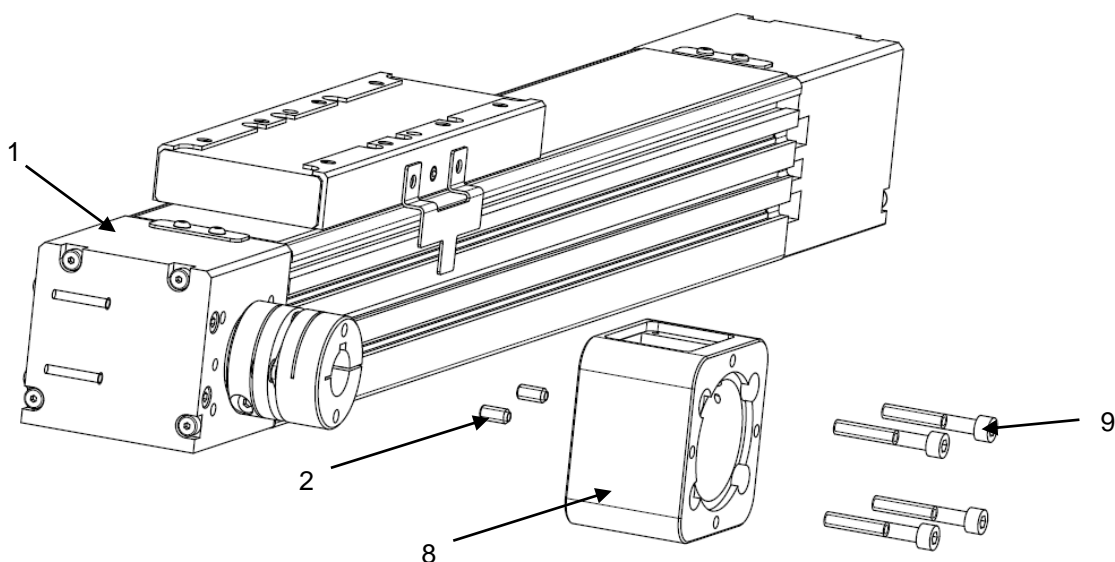

Рисунок 4 – Установка корпуса
- 2) Установите корпус монтажного комплекта (поз. 8) на модуль (поз. 1) с помощью штифтов (поз. 2) и винтов (поз. 9) (см. рисунок 4). **ВНИМАНИЕ!!!** При установке отверстие корпуса (поз. 7) должно быть направлено в сторону крышки корпуса;